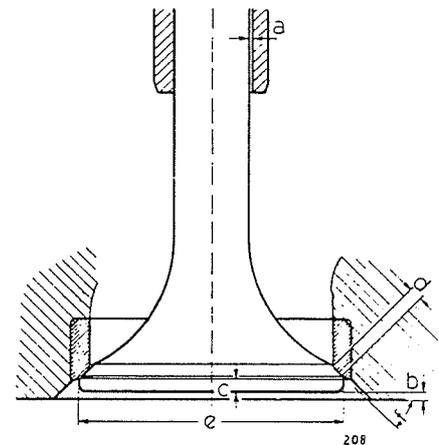

Bild 208 Erklärungen zum Ventil
6) Wie die angegebenen Maße zu verstehen sind, zeigt Bild 208.